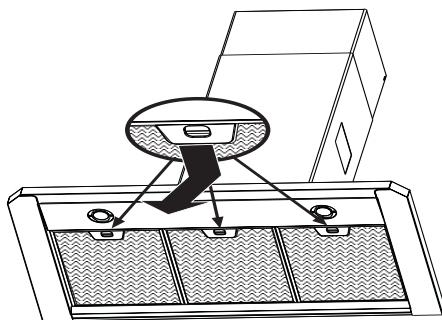

Fig. 5
2. Retirez les filtres à graisse métalliques en agissant sur les poignées (fig. 5).